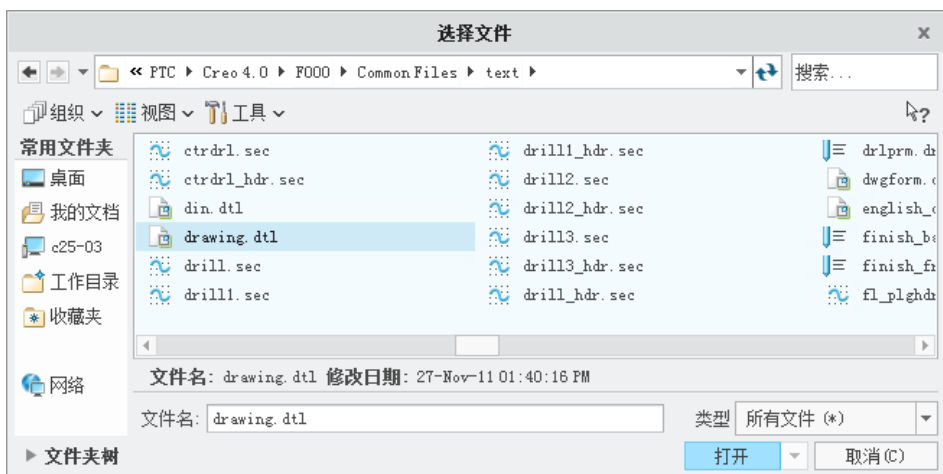

图 2.1.8 “选择文件”对话框
③ 在图 2.1.8 所示的“选择文件”对话框中选取 C:\Program Files\PTC\Creo 4.0\F000\Common Files\text 目录中的文件 drawing.dtl,单击该对话框中的 **打开** 按钮。